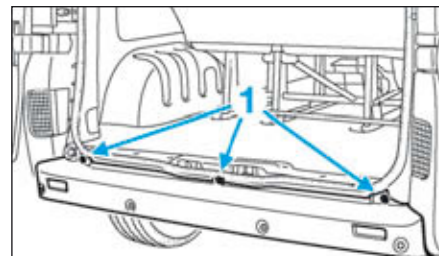

FIG.139
- Déposer les vis (1) du bouclier central arrière (Fig.139).
- Reposer les vis (1) du bouclier central arrière (Fig.139).